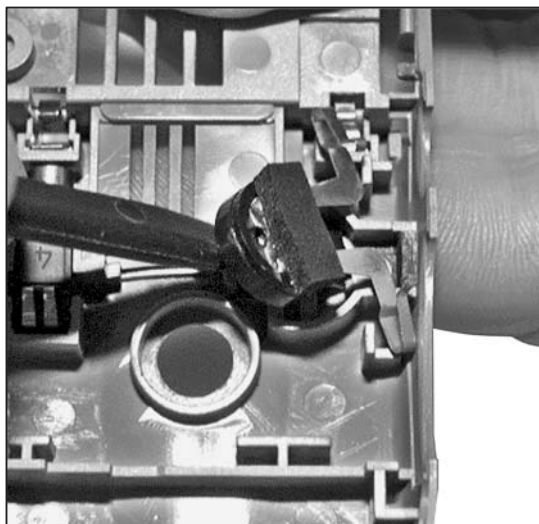

Рис. 7. Громкоговоритель вызова
- аккуратно извлечь громкоговоритель вызова (рис. 7) и вибровозвон (рис. 8) из задней части корпуса;